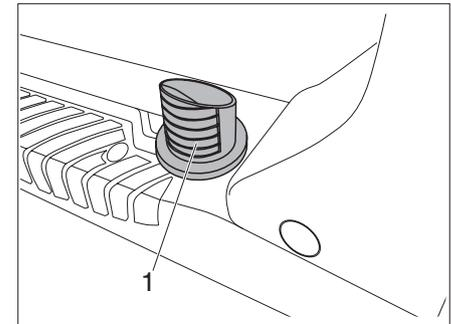

Fig. 71 Sfiato del riscaldamento fisso
▶ Non coprire lo sfiato (Fig. 71,1) e non direzionarlo direttamente su oggetti o parti del corpo.